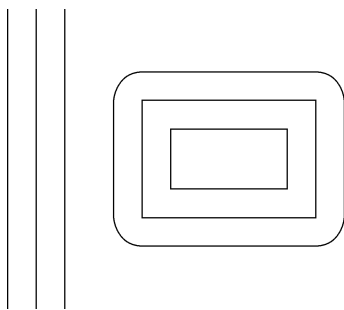

图 6-10 【偏移】命令应用示例
- (1)【指定偏移距离】：输入偏移前后两对象之间的距离。
- (2)【通过 (T)】：指定偏移对象通过的点。
- (3)【指定点以确定偏移所在一侧】：指定偏移方向，上下或左右方向。如图 6-10 所示。